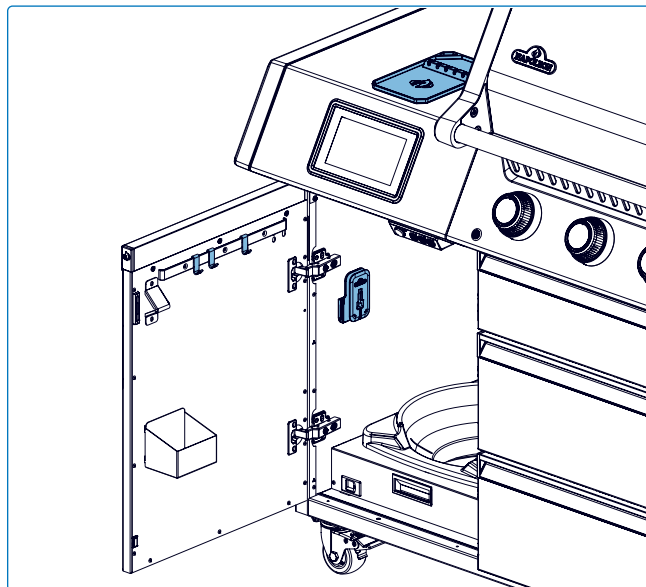

Fig. 9
- Utilizzare gli alloggiamenti per le sonde sul ripiano laterale e riporle al chiuso quando non in uso per proteggerle dagli agenti atmosferici (**Fig. 9**).